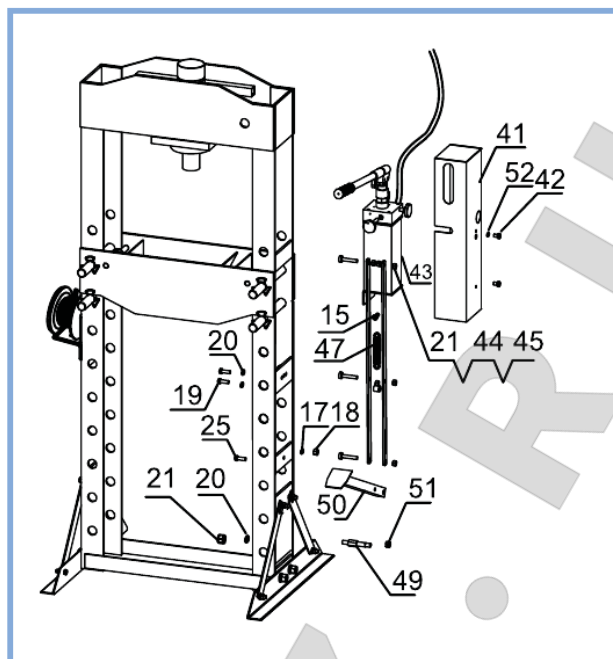

Рис. 4
5. Прикрепите насос (43) к раме при помощи болтов (19) (25), шайб (20), (17) и гаек (18). Закрепите пружину (47) блока педалей при помощи болта (15). Подсоедините педаль, воспользовавшись соединительным болтом (49), гайкой (21), шайбой (20) и гайкой (51). Закрепите блок педалей к ручке при помощи болта (21), гаек (44) и гаек (45). Прикрепите крышку насоса (41) к насосу при помощи болтов (42) и шайб (53). Руководствуйтесь рис. 4.